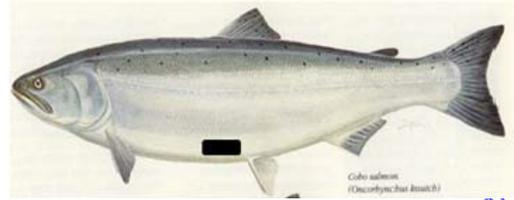

Figure 1-2: Transmetteurs VEMCO
Un transmetteur ou marque (tag – voir la Figure 1-2), est un appareil électronique généralement implanté ou fixé en externe sur un poisson, qui transmet des signaux ultrasonores. Nos marques transmettent des pings ultrasonores très courts (fréquence typique = 69 kHz) soit à intervalle très régulier (ex. 1 seconde) soit en séries de plusieurs pings (6-10) contenant un identifiant numérique (ID) et dans certains cas des données physiques (ex.: la température) qu'un récepteur VEMCO va détecter, décoder et stocker en mémoire.